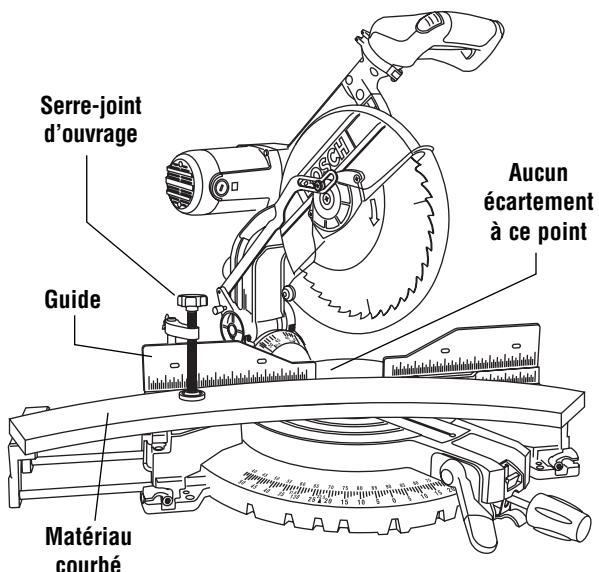

Figure 1. Matériau courbé
**AVERTISSEMENT** Si l'ouvrage est courbé ou gondolé, cramponnez-le avec la face courbée extérieure dirigée vers le guide. Assurez-vous toujours de l'absence d'un écartement entre l'ouvrage, le guide et la table le long de la ligne de coupe. Les ouvrages pliés ou gondolés peuvent se tordre ou culbuter, et peuvent faire gripper la lame de scie en rotation durant la coupe (Figure 1).